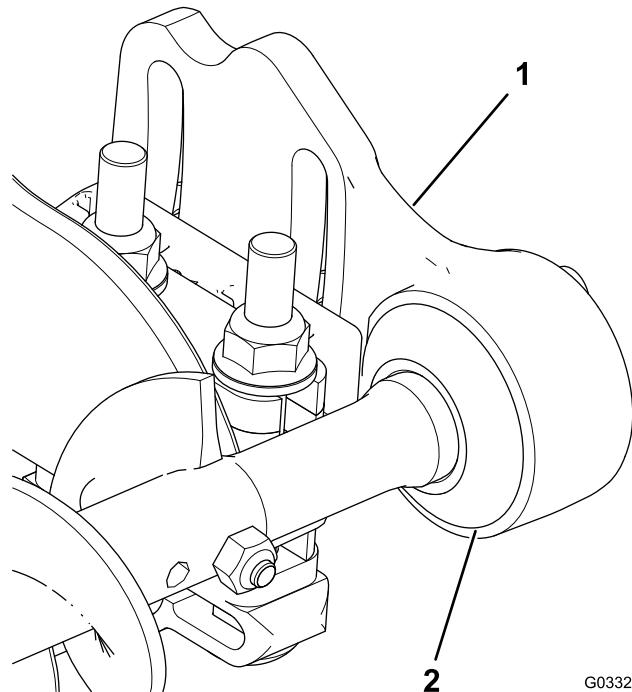

图 6
4. 向外滑动每个防尘圈直到唇形密封圈与每个轴承座轻轻接触 **图 6**。